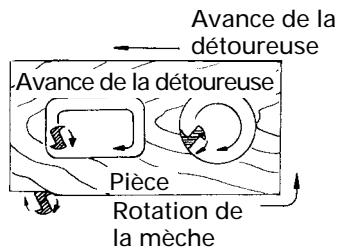

Fig. 15
- (2) Le couteau tourne dans le sens des aiguilles d'une montre (direction de la flèche sur la base). Pour obtenir le maximum d'efficacité au découpage, alimenter la mortaiseuse en se conformant aux directions d'alimentation montré dans la Fig. 15.